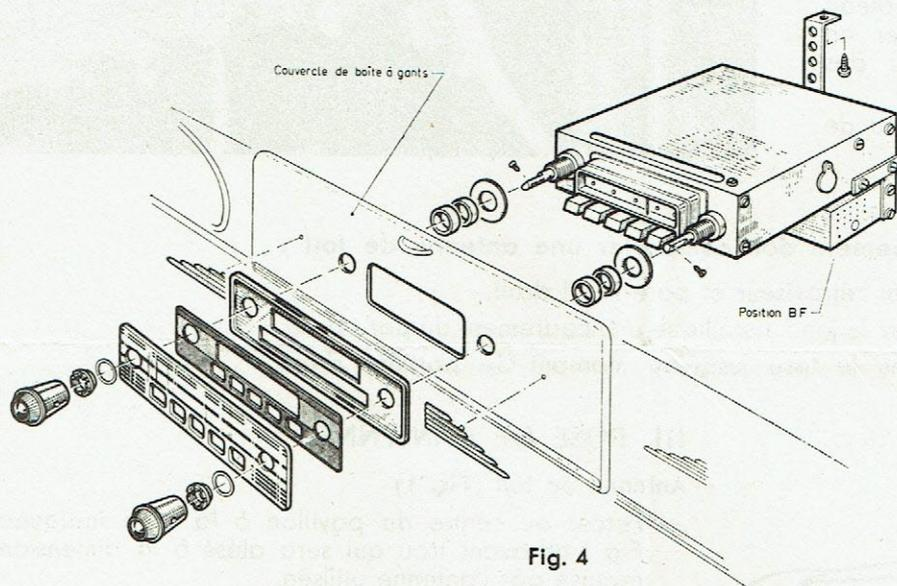

Fig. 4
- Assembler les deux boîtiers suivant fig. 4.